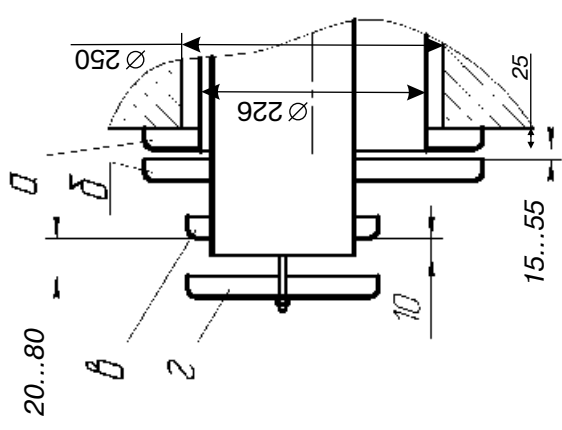

Рис. 5
6.3.1. В зовнішній стіні будинку на висоті "Н" від підлоги (див. рис.4) пробити горизонтальний канал діаметром 230 мм для апаратів потужністю 7 квт й 250 мм для апаратів потужністю 10-15 квт. (см. рис. 5; 7). З метою забезпечення можливості обслуговування димоповітряного блоку в процесі експлуатації апарата, рекомендується розмістити канал у безпосередній близькості від вікна. При цьому необхідно враховувати, що для забезпечення установки й зняття апарата, а також для зняття й установки газопальникового пристрою, перед фронтом апарата на відстані **не менше 600 мм від стіни та на відстані не менше 750 мм від осі каналу** в напрямку газового клапану апарата не повинно бути ніяких будівельних елементів або стаціонарно встановленого обладнання.
Для апаратів потужністю 10-15 квт, на виступаючий газохід зовнішній установити набір дисків. Закріпити диск "а" до зовнішньої стіни і відрегулювати їх. (див. рис.5)